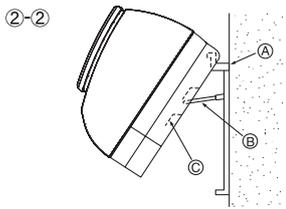

Fig. 3-6
- ②-② 如图所示，拉起室内机组，然后将支撑板（附在安装板上）撑在机组背后的凹陷处上。(Fig. 3-6)